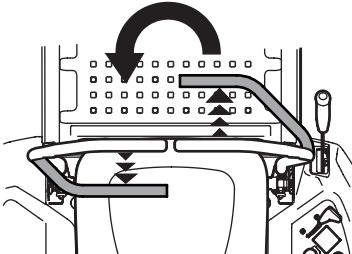

Figura 29
3. Para girar en sentido contrario a las agujas del reloj, mueva la palanca de control de la transmisión de la barra de seguridad derecha hacia adelante mientras mueve simultáneamente la palanca de control de la transmisión de la barra de seguridad izquierda hacia atrás (Figura 29).